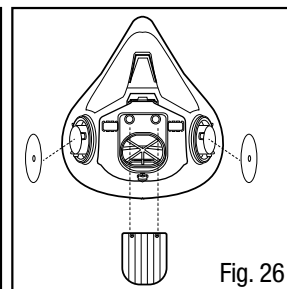

Fig. 26
4. Vuelva a colocar la Válvula de exhalación 3M™ 6583 al insertar los vástagos en los dos orificios hasta que sean visibles desde el interior de la pieza facial y luego júelos a través de estos hasta que queden asentados y seguros (Fig. 26).